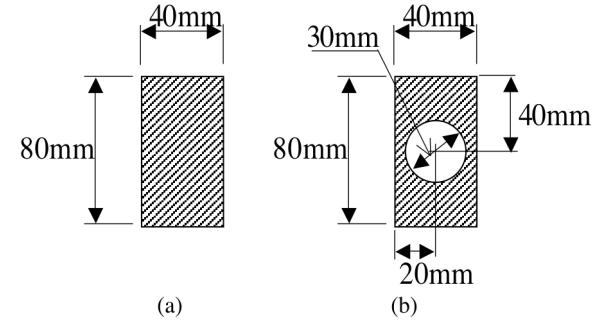

図9 断面形状
- (1) 支点反力, せん断力図(SFD), 曲げモーメント図(BMD)を求めよ. ただし,  $P > w_0 \ell / 4$  とする.
- (2)  $\ell = 800\text{mm}$ ,  $P = 10\text{kN}$ ,  $w_0 = 20\text{N/mm}$ , はりの断面寸法が図9(a)に示す長方形断面であるとき, 断面C内に働く最大曲げ応力を求めよ.
- (3)  $\ell$ ,  $P$ ,  $w_0$  の値は(2)と同一とし, はりの断面寸法が図9(b)で与えられる場合について以下の問い合わせに答えよ.
- (a) 図9(b)に示される断面の図心を通る水平線回りの断面2次モーメントを求めよ.